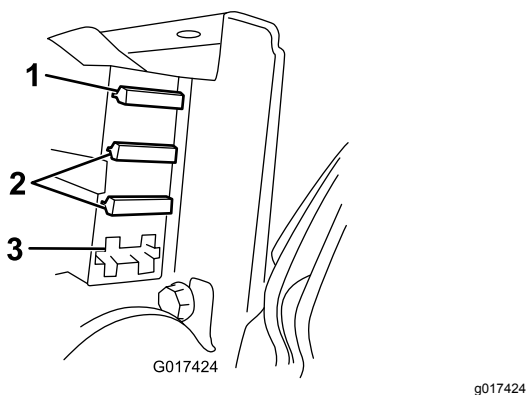

Bild 42
- Wenn eine Sicherung durchgebrannt ist, wechseln Sie sie mit einer Sicherung (passende Watt und Ampere) aus (Bild 42).
3. Prüfen Sie die Sicherungen im Sicherungsblock (Bild 42).